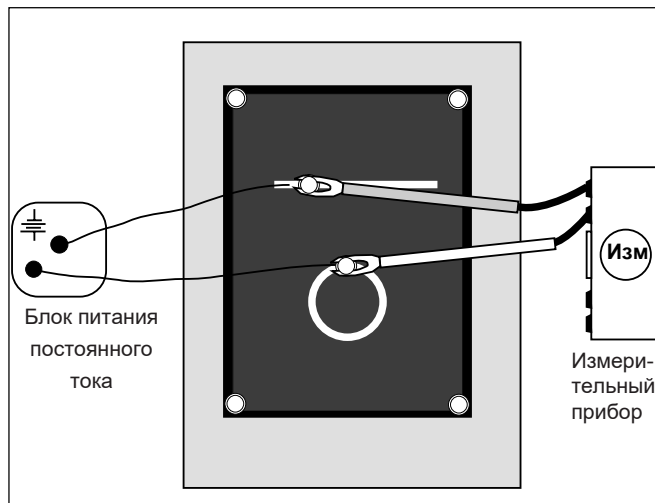

Рисунок 4
4. Подведите электроды к аккумулятору, источнику питания постоянного тока или другому источнику напряжения с выходным напряжением 5–20 В постоянного тока (см. рисунок 4). Источник питания должен подавать ток 25 мА. По возможности используйте источник с выходным напряжением, совпадающим с максимальным значением шкалы показаний электронного вольтметра, используемого в эксперименте.